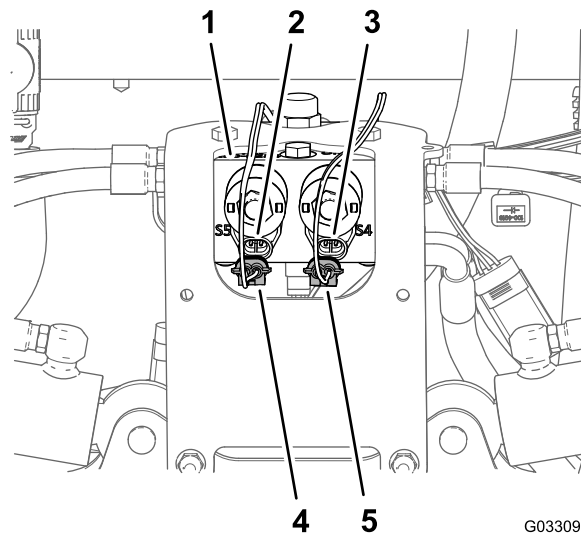

Figura 16
- Desconecte el conector de 2 pines del arnés de cables del brazo sónico del conector de 2 pines en el solenoide de activación del cilindro derecho del distribuidor del cilindro de elevación (Figura 16).
- Desconecte el conector de 2 pines del arnés de cables del brazo sónico del conector de 2 pines en el solenoide de activación del cilindro izquierdo del distribuidor del cilindro de elevación (Figura 16).